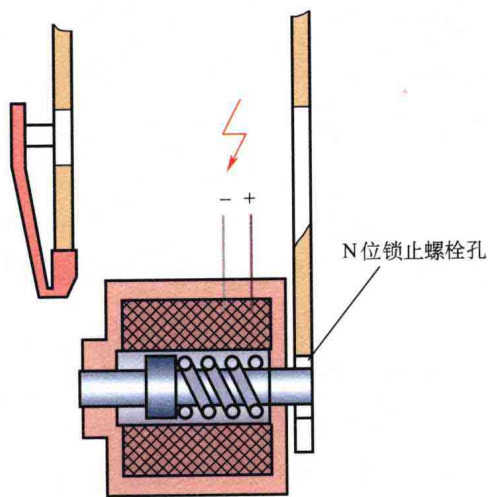

图2-6 N位锁止
③ 变速杆在N位锁止: 如果变速杆在N位超过2s, 变速杆传感器系统控制模块J587就会激活换档锁止电磁阀N110, 使锁止销移动到N位锁止销孔。这就防止变速杆意外换到前进档。踩下制动踏板时, 锁止销将会开锁, 如图2-6所示。
④ 紧急开锁: 如果换档互锁电磁阀N110的供电中断, 弹簧压紧力使变速杆锁止在P位, 变速杆不再移动。